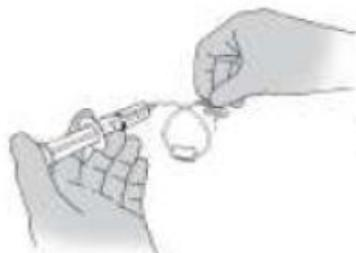

Figure 3
2. Fixer une seringue de 10 ml contenant du chlorure de sodium (NaCl) à 0.9 % au connecteur Luer-lock proximal de l'aiguille de sécurité à biseau non carottante. Saisir les ailettes et retirer le capuchon protecteur de l'aiguille. Amorcer et rincer l'ensemble pour perfusion (Fig. 3).